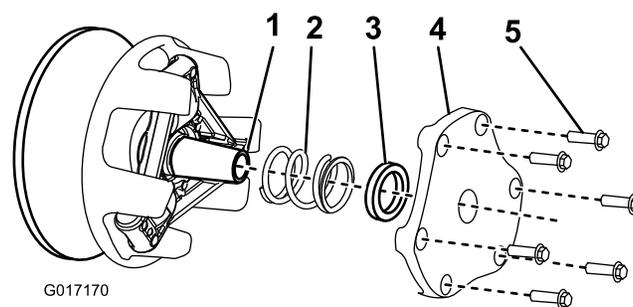

Figure 61
4. Mettez le couvercle, l'entretoise et le ressort de côté (Figure 61).